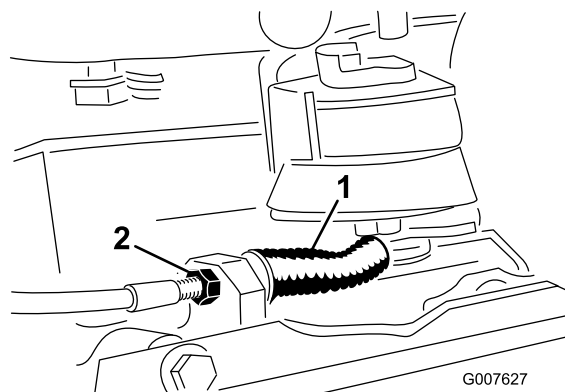

Bild 37
- Lösen Sie die vordere Kabelklemmmutter und ziehen Sie die hintere Klemmmutter an, um die Kabelspannung zu verringern (Bild 37). Wiederholen Sie die Schritte 1 und 2, wenn weitere Einstellungen erforderlich sind.
- Ziehen Sie die vordere Kabelklemmmutter an und lösen Sie die hintere Klemmmutter, um die Kabelspannung zu erhöhen (Bild 37). Wiederholen Sie die Schritte 1 und 2, wenn weitere Einstellungen erforderlich sind.